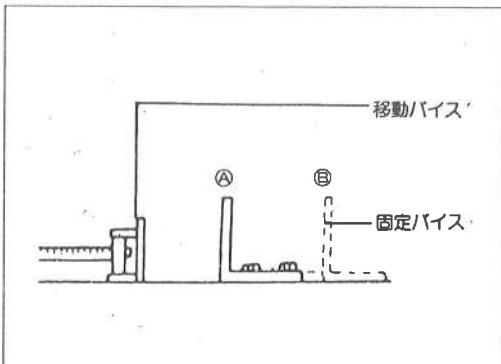

図3
①材料の寸法により、固定バイスを移動する事によって、巾の広い材料の切断作業ができます。(図3参照)
②固定クランプの移動とクランプの開き巾